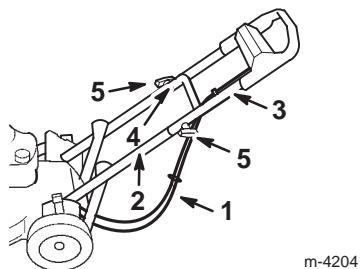

Figure 4
- Glisser les extrémités du mancheron supérieur en position sur le mancheron inférieur pour que les deux éléments se logent l'un dans l'autre (Fig. 4).
- Veiller à faire passer les câbles par le dessous et l'arrière du mancheron inférieur, comme illustré à la Figure 4.
- Fixer le mancheron supérieur au mancheron inférieur à l'aide des deux boulons à tête bombée et des deux boutons restants (Fig. 4).